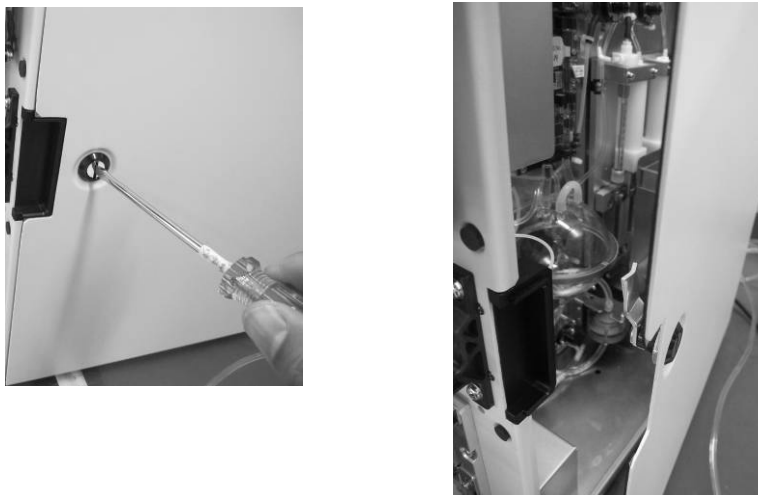

Рисунок 4-2
1. С помощью шлицевой отвертки поверните винт в контрольном отверстии на правой дверце, чтобы открыть ее (см. Рисунок 4-2).